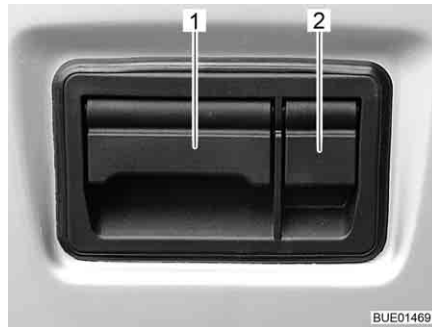

Bild 32 Klappenschloss Heckklappe, außen
- Schutzklappe (Bild 32,2) öffnen.
- Klappe (Bild 32,1) nach oben ziehen und Heckklappe öffnen.